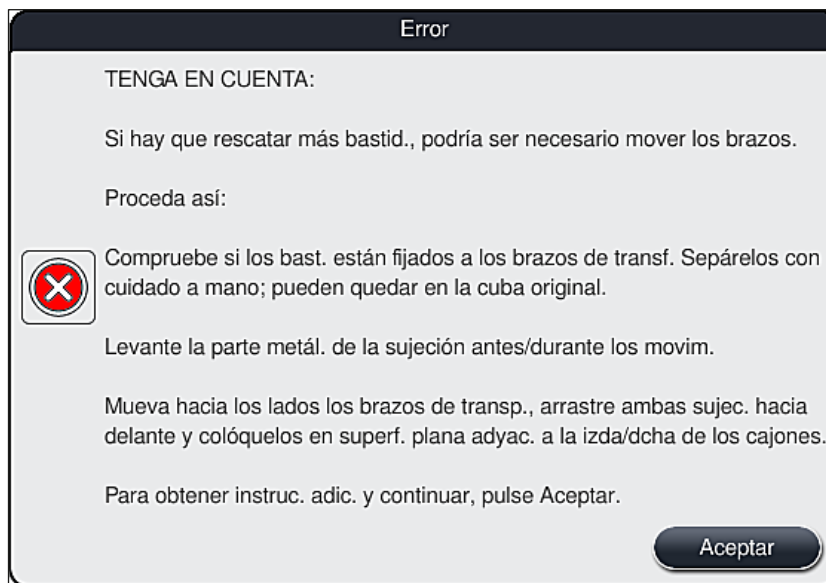

Fig. 109
- Después de pulsar el botón **Aceptar** (→ "Fig. 108") aparece otro mensaje informativo (→ "Fig. 109") que ofrece instrucciones al usuario con respecto al procedimiento correcto para retirar las cestas correspondientes.